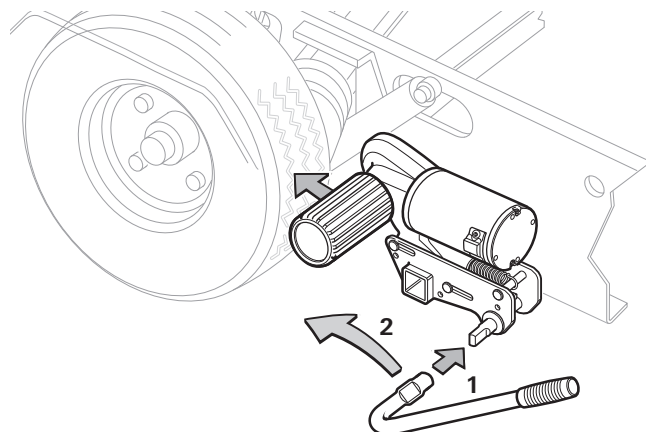
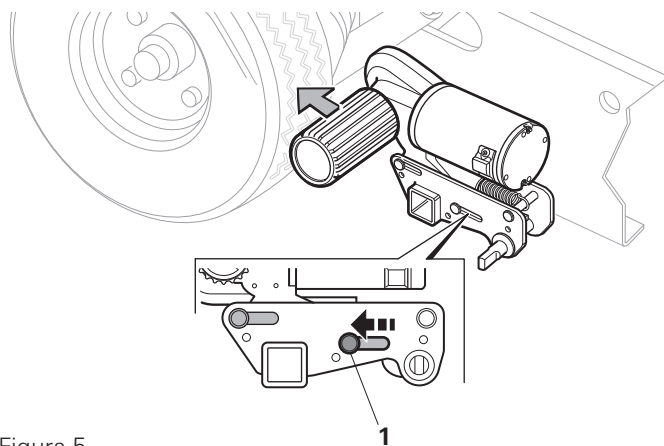

Figura 4
Figura 5
- Inserire la leva di avvicinamento sull'albero di avvicinamento (figura 4 - 1).
- Girare la leva di avvicinamento in direzione della freccia (verso la ruota del veicolo) (figura 4 - 2) finché l'indicatore di posizione nell'alloggiamento è su «√» (figura 5 - 1). L'unità di trasmissione si blocca in modo sicuro nella posizione finale e il rullo di trasmissione viene premuto di circa 20 mm negli pneumatici. Controllare che questo sia vero su entrambi i lati prima di manovrare.